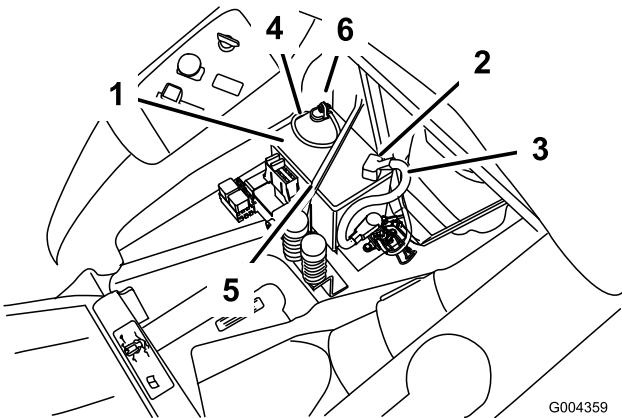

Figure 41
4. Débranchez le câble négatif (noir) de mise à la masse de la borne de la batterie (Figure 41).
- positif (rouge) de la borne de la batterie (Figure 41).
- Enlevez la sangle de maintien de la batterie (Figure 41) et ôtez la batterie de son support.
1. Placez la batterie sur son support, les bornes à l'opposé du panneau de commande (Figure 41).
4. Fixez les câbles à l'aide de 2 boulons (1/4 x 3/4 pouce), 2 rondelles (1/4 pouce) et 2 écrous (1/4 pouce) (Figure 41).
6. Fixez la batterie en place à l'aide de la sangle de maintien (Figure 41).